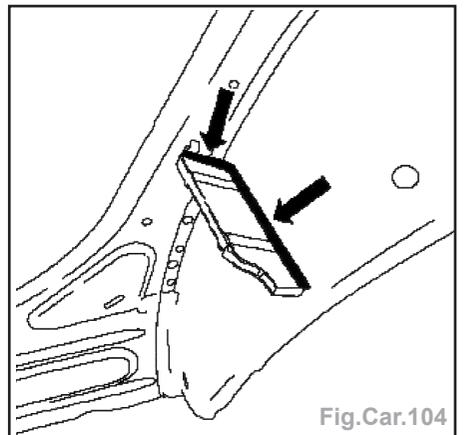

Fig.Car.104
- Coller l'isolation phonique avec de la pâte d'étanchéité adhésive (Fig.Car.104).